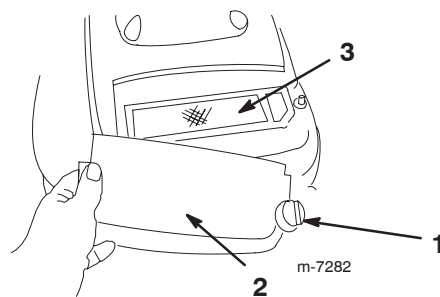

Bild 24
3. Nehmen Sie die Schraube ab, mit der die Luftfilterabdeckung befestigt ist (Bild 24).
4. Entfernen Sie die Luftfilterabdeckung und reinigen Sie sie gründlich (Bild 24).